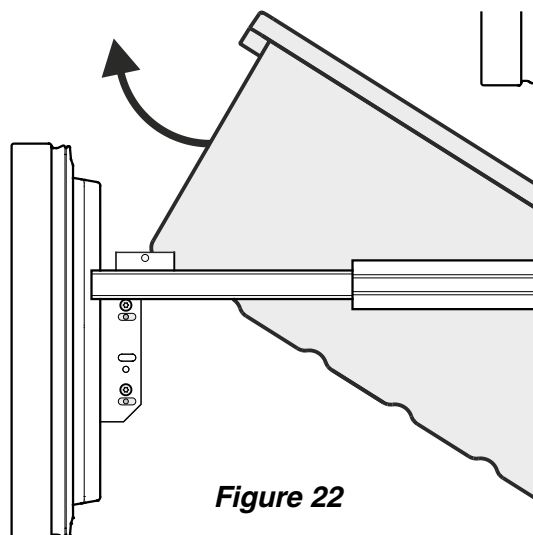

Figure 22
- Basculer le récipient et le retirer - **Figure 22.**